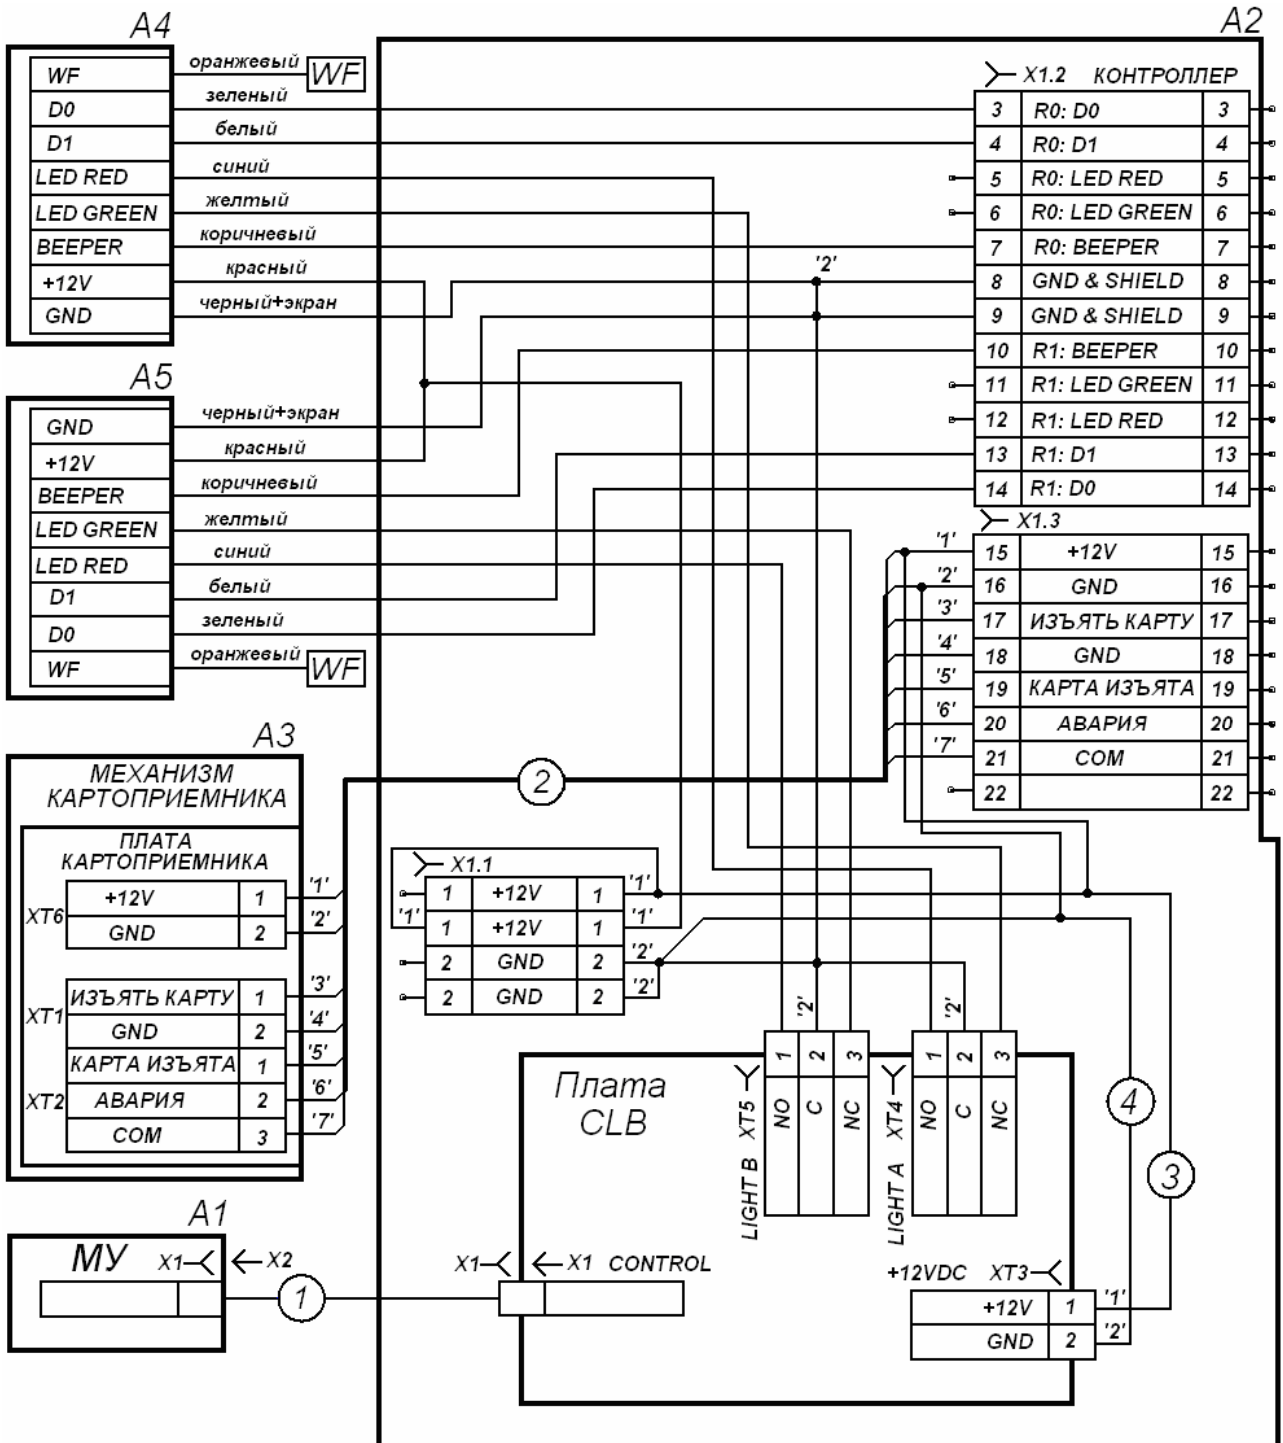

Рисунок 12 Схема внутренних соединений турникета⁵
Турникет имеет маркировку в виде этикетки и наклейки. Этикетка расположена внутри на задней стенке стойки. На этикетку нанесены: товарный знак, контактные данные предприятия изготовителя, год, месяц изготовления, напряжение питания, потребляемая мощность. Наклейка находится на внутренней поверхности крышки (3). На наклейке изображена общая схема соединений турникета, аналогичная приведенной на рис. 12. Для доступа к этикетке и наклейке необходимо снять крышку (3).
- 10 Подсоедините кабель картоприемника к плате картоприемника согласно схеме (см. рис. 12) и рис. 9;
- 12 Установите в рабочее положение контейнер картоприемника (12) со стороны механизма картоприемника, а заглушку (14) – с противоположной стороны;
- 13 Установите крышку (3) в рабочее положение (см. разд. 6)